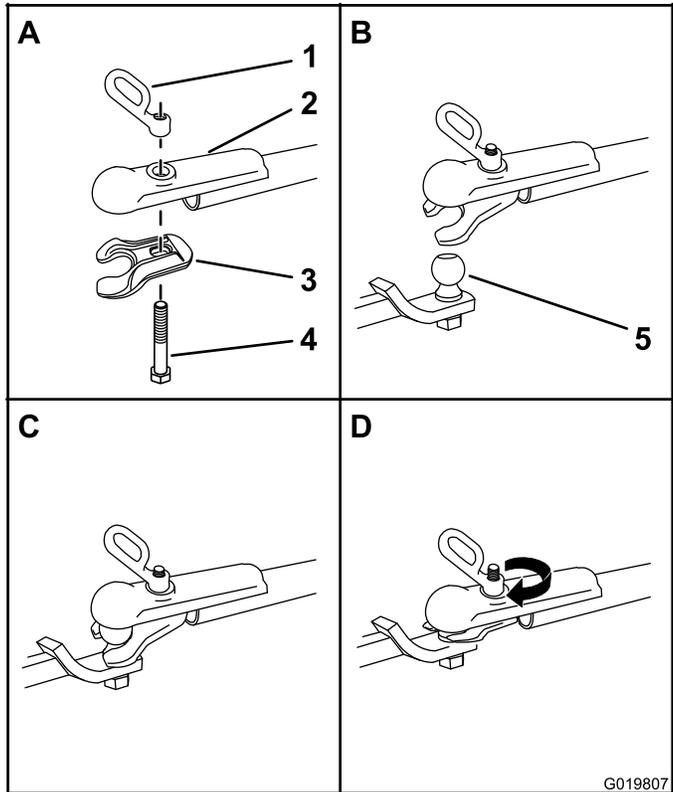

Figure 16
1. Appliquez du frein-filet sur les filetages du boulon du coupleur pour bloquer la poignée du coupleur en place (Figure 16).